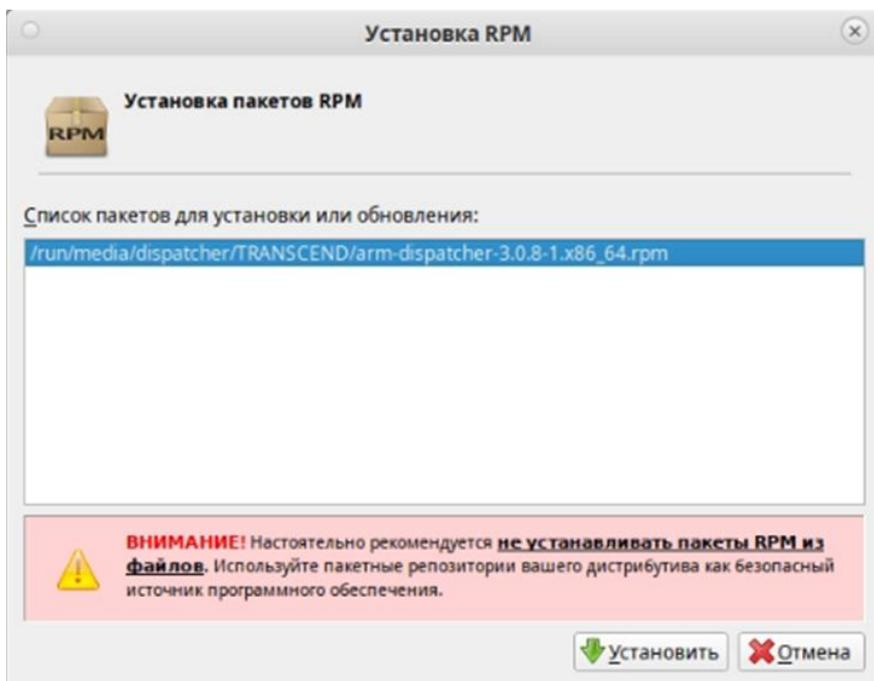
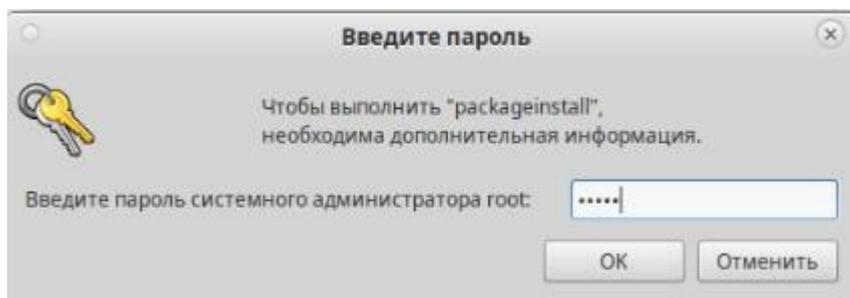

Рисунок 2 – Окно установщика
Рисунок 3 – Окно ввода пароля
На экране появится окно установщика (рисунок 2);
– в открывшемся окне нажать кнопку «Установить» (см. рисунок 2). На экране появится окно ввода пароля (рисунок 3);
– ввести пароль системного администратора и нажать кнопку «ОК» (см. рисунок 3). Будет запущен процесс установки.